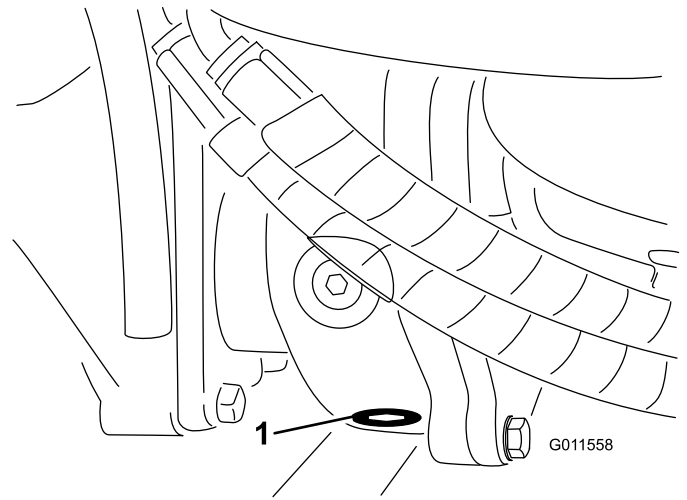

Figura 65
5. Limpe a zona em redor do tampão de escoamento no fundo da caixa de engrenagens (Figura 65).